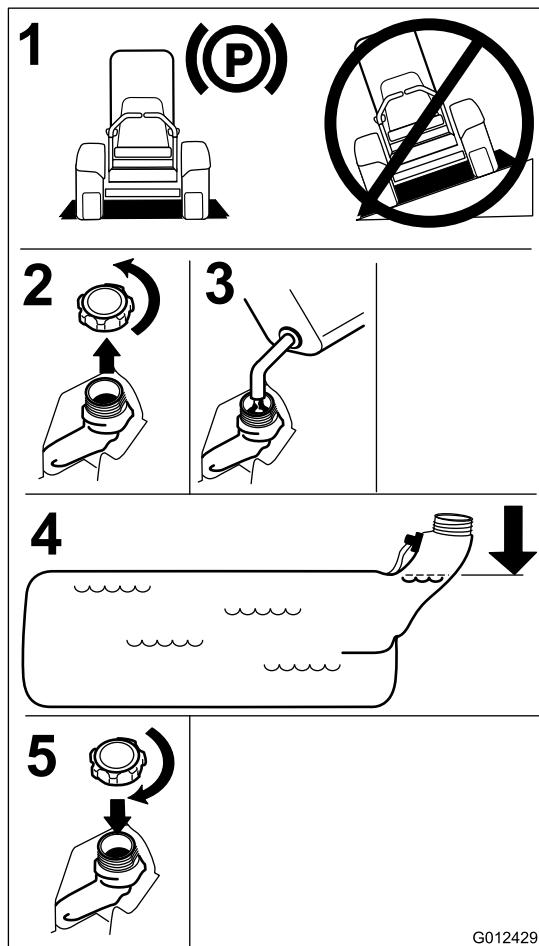

Figura 7
4. Riempite il serbatoio fino alla base del collo del bocchettone. Accertatevi che nel serbatoio vi sia sufficiente spazio vuoto per contenere l'espansione del carburante (Figura 7).